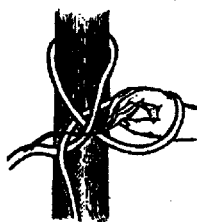

Рис. 70.
3. Не останавливая движения правой руки, двигаем ею вниз – вправо, а затем – вверх – влево, тем самым образуем на коренном конце веревки калышку (закрытую петлю). Петля в калышку закручивается против часовой стрелки. Пальцы руки в этот момент должны быть собраны щепоткой (рис. 70).